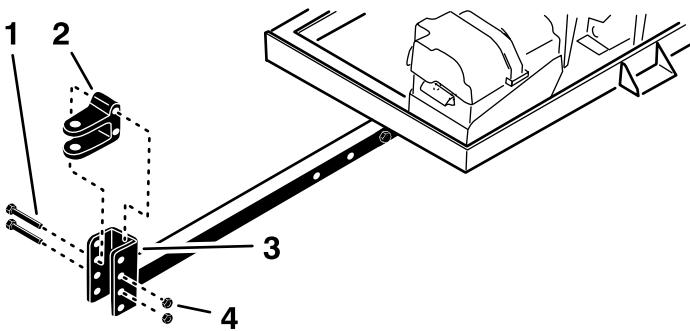

図 5
- ヒッチクレビス図5をヒッチチューブに固定しているボルト2本とロックナット2個を外す。
5. ボルト2本とロックナット2個でハッチクレビスをハッチチューブに取り付ける図5。